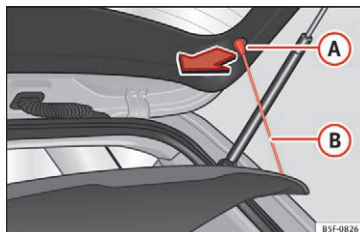

Fig. 159 I bagagerummet: af- og påmontering af bagagerumsafdækning
- Hægt stropperne »» **Fig. 159** **B** ud af holderne **A**.
- Hægt båndene »» **Fig. 159** **B** fast på bagklappen »» **Δ**.